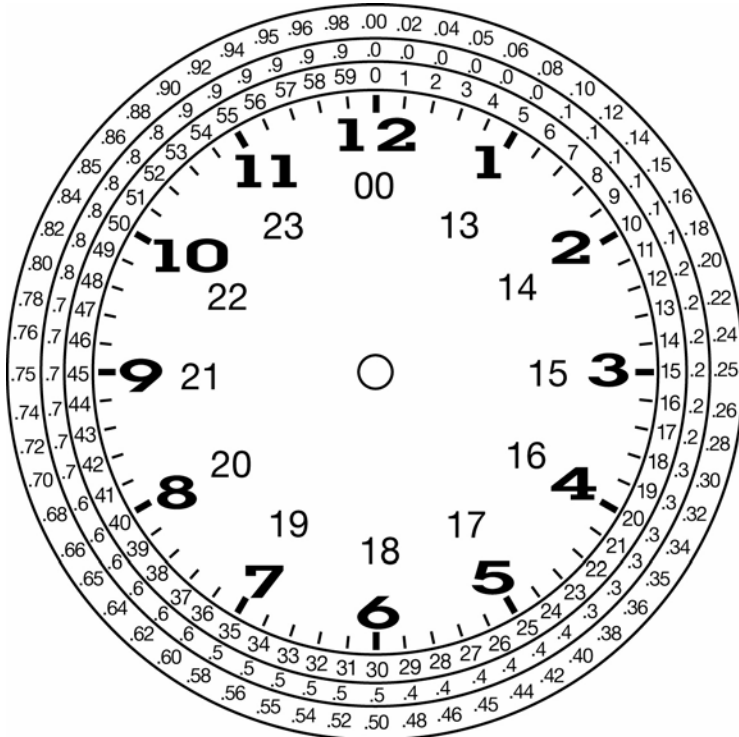

Figure 3
Si votre modèle imprime les centièmes ou les heures de 0 à 23 heures, reportez-vous au **cadran des équivalents décimaux de la Figure 3** (page 5) pour déterminer quel est le réglage approprié.
Le cadran de la Figure 3 illustre le réglage des dixièmes et des centièmes de minute. Le cercle à l'intérieur représente les minutes régulières, celui du milieu représente les dixièmes et celui à l'extérieur représente les centièmes de minute.
3. Écoutez le déclic des roues pour synchroniser l'affichage et les roues d'impression. Appuyez sur bouton des minutes pour avancer à la minute suivante. Les secondes sont alors synchronisées. Réglez toujours l'affichage aux minutes habituelles. Reportez-vous à la figure 3, « le cadran des équivalents décimaux » lorsque vous utilisez des centièmes ou des dixièmes.